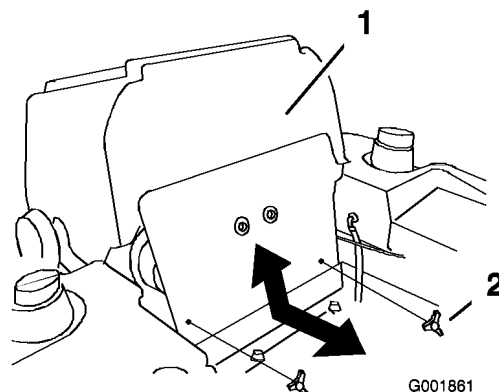

Figura 40
3. Incline el asiento hacia adelante y retire el panel delantero del motor (Figura 40).